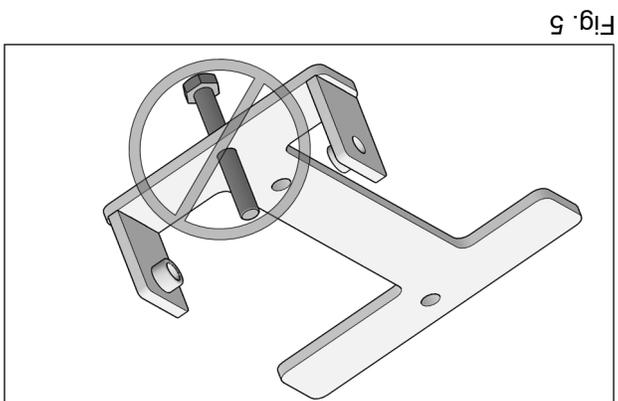

Fig. 5
- ATTENTION: Assurez-vous d'insérer le boulon dans le bon sens. Voir la Fig. 5**